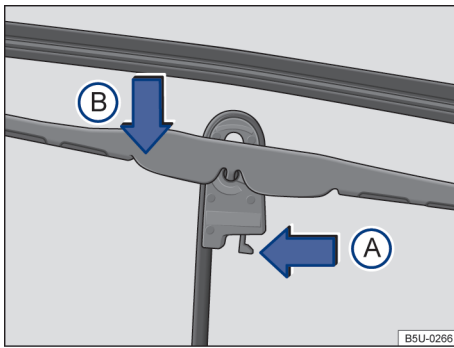

Fig. 165 Sustituir las escobillas limpiaparabrisas.
- Colocar la escobilla en posición perpendicular con respecto al brazo → fig. 165. ▶
- Apretar el pestillo de seguridad en el sentido de la flecha (A).
- Desenganchar la escobilla en el sentido de la flecha (B), mover en el sentido opuesto al brazo del limpiaparabrisas y retirar en el sentido opuesto al de la flecha (B).